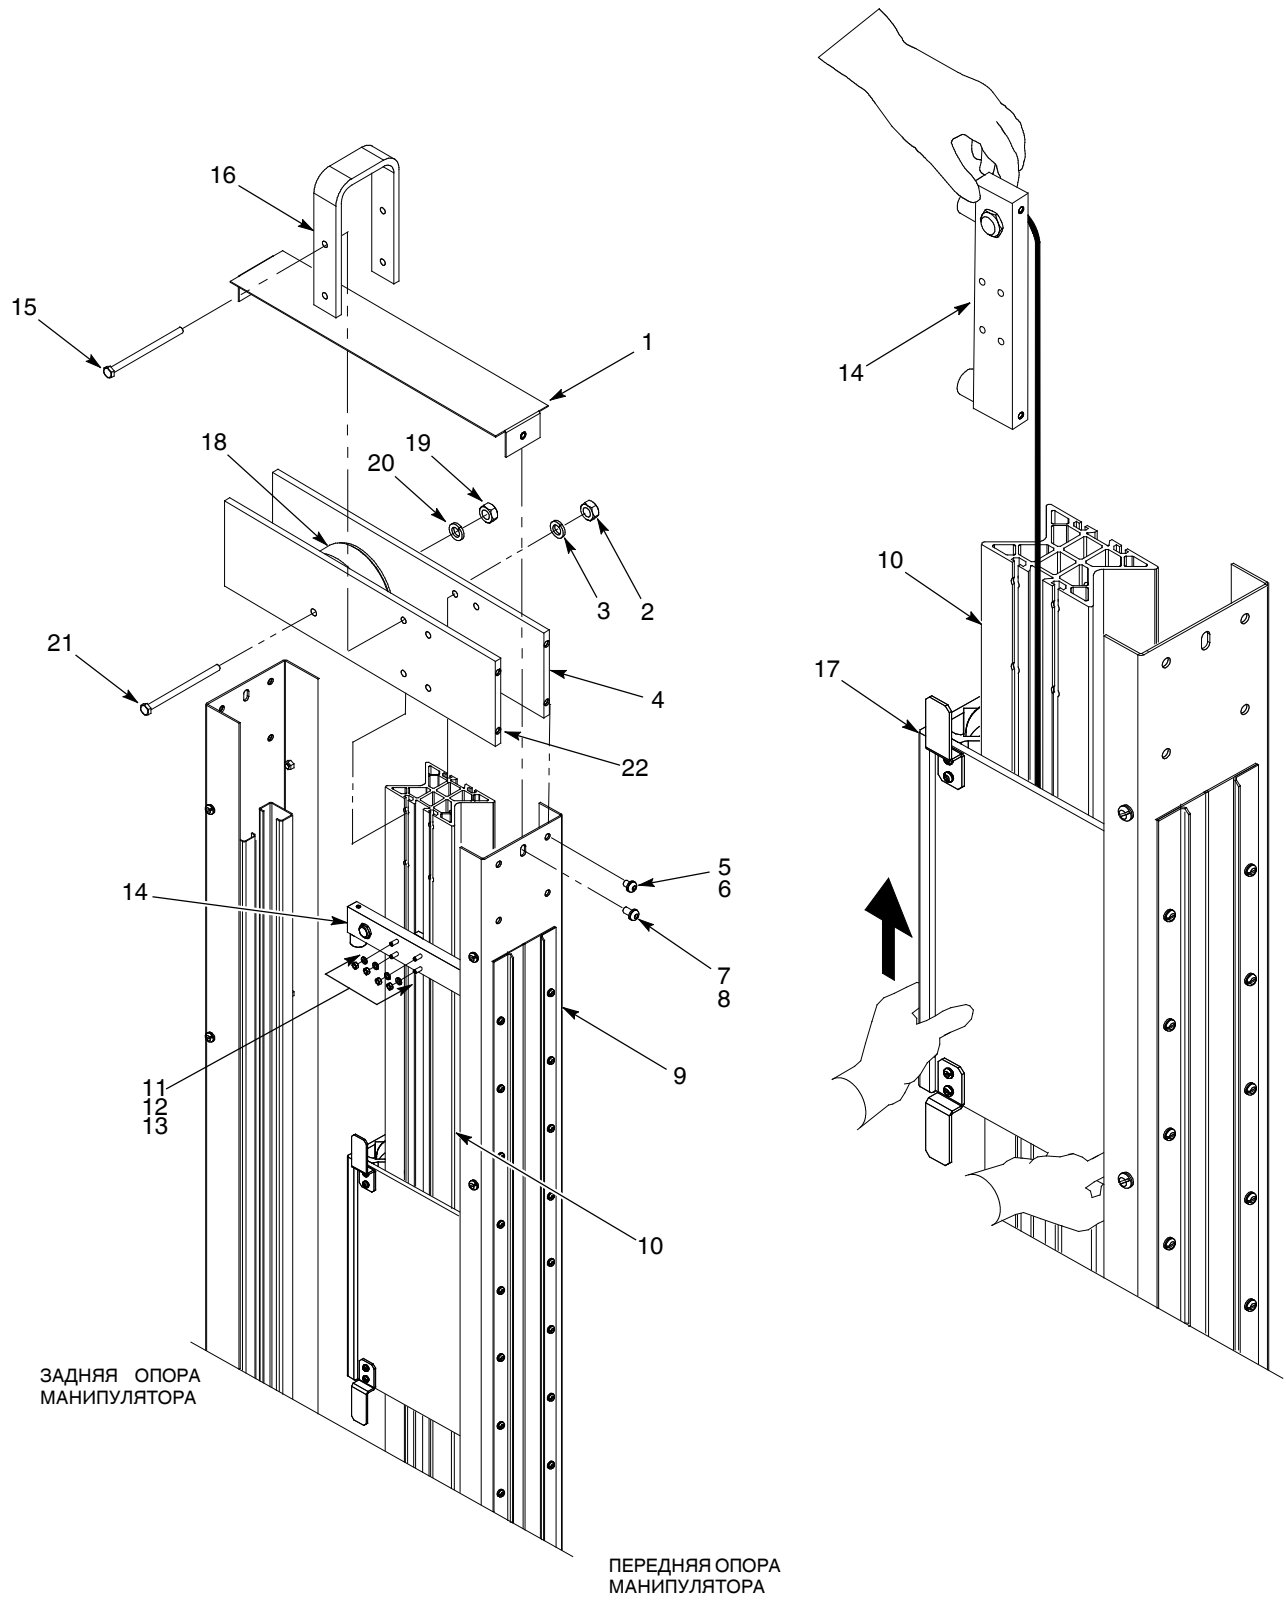

Рис. 17 Установка узла каретки распылителей
1. См. рис. 17. Держать верхний узел амортизаторов (14), как показано на рисунке. Осторожно сдвигать каретку распылителей (17) над узлом амортизаторов, пока она не коснется нижнего узла амортизаторов.
2. Установить верхний узел амортизаторов (14):
- a. Вставить болты с Т-образной головкой (13) с задней стороны верхнего узла амортизаторов.
- b. Установить верхний узел амортизаторов на направляющую каретки распылителей (10) у метки, нанесенной перед его снятием.
- c. Вставить болты с Т-образной головкой (13) в направляющую (10) каретки распылителей. Поставить стопорные шайбы (12) и гайки (11) на болты с Т-образной головкой. Надежно затянуть гайки.
3. Установить боковые пластины (4, 22) на направляющую (10) каретки распылителей, используя два болта (15), стопорные шайбы (3) и гайки (2). Затянуть болты лишь усилием руки.
4. Установить U-образную подъемную скобу (16) на боковые пластины (4, 22), используя два других болта (15), стопорные шайбы и гайки (2). Затянуть болты лишь усилием руки.
5. Установить узел верхнего шкива (18) между боковыми пластинами (4, 22), используя болт (21), стопорную шайбу (19) и гайку (20). Надежно затянуть болт.
6. Затянуть все болты (15) и гайки (2) со стопорными шайбами (3) крепления боковых пластин (22, 4) на направляющей (10) каретки распылителей.
7. Закрепить боковые пластины (4, 22) на передней и задней опорах манипулятора, используя винты (5) и стопорные шайбы (6). Надежно затянуть винты.